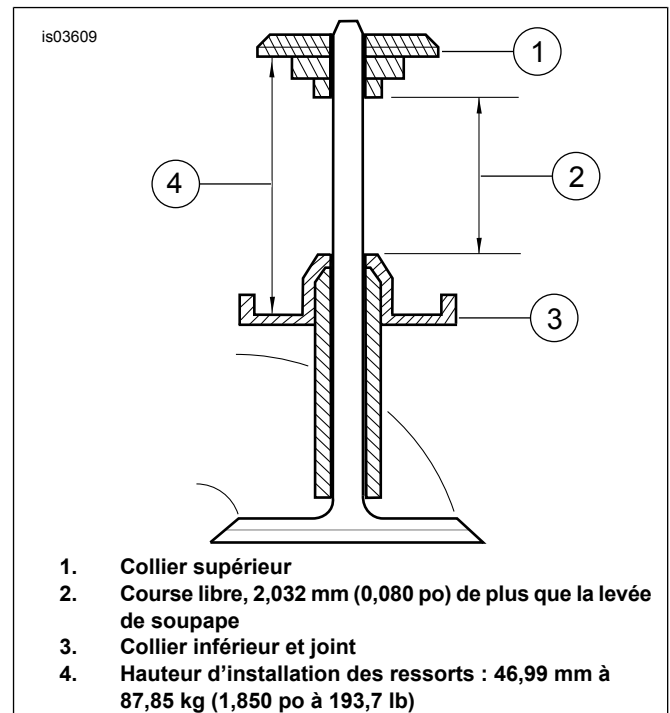

Figure 1. La hauteur d'installation des ressorts.
7. Voir Figure 1. À l'aide des ressorts, colliers et clés de ce kit, monter les culasses en suivant les instructions du manuel d'entretien.